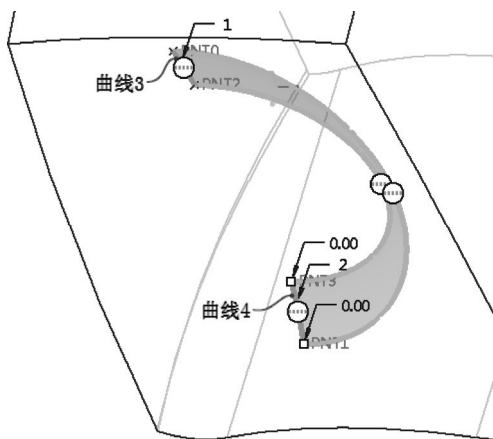

图 12-102 指定第二方向链
3) 在“边界混合”选项卡中单击 (第二方向链收集器) 的框, 将其激活, 然后结合〈Ctrl〉键选择图 12-102 所示的曲线 3 和曲线 4 作为第二方向链曲线。